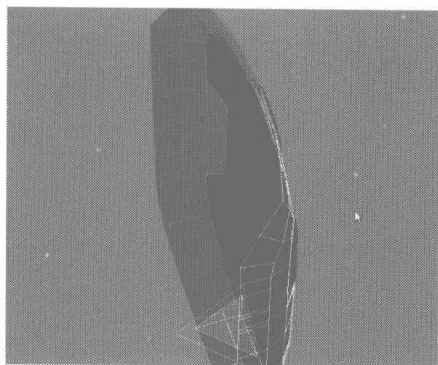
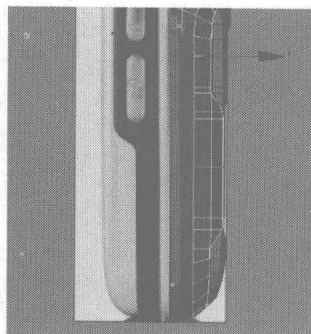
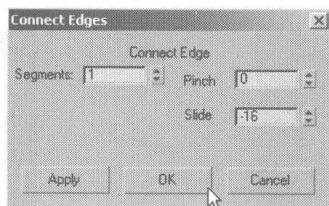

图 4.152
图 4.153
图 4.154
- 02** 在 Modify 控制面板中选择边界线编辑模式，选择如图 4.152 所示的边线，将其删除，然后在 Left 视图中选择如图 4.153 所示的边线，在 Edit Edges 卷展栏中单击 **Connect** 右侧的小按钮，在弹出的对话框中设置插入边线的参数，如图 4.154 所示。